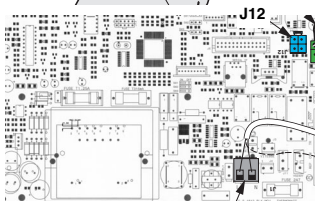

Fig. 12a
### Raccordement du programmeur optionnel (fig. 12a)
- Raccorder le programmeur sur le connecteur **J12** (fig. 12a).